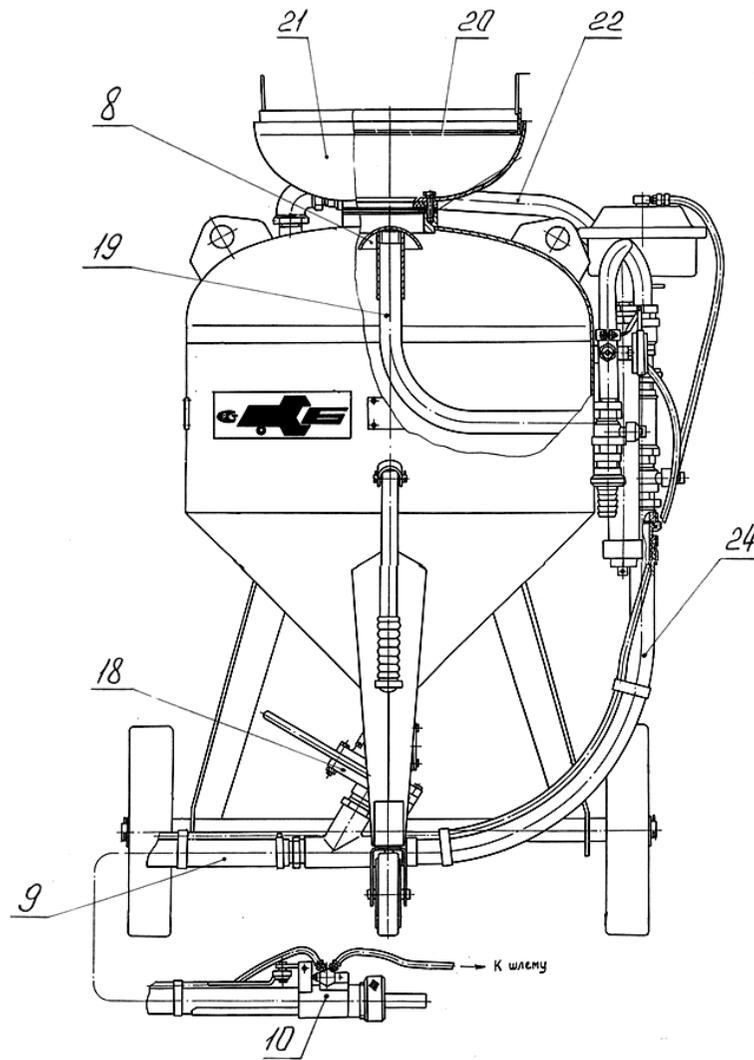

Рис. 1 Аппарат струйной очистки АСО-150, АСО-150М
3.1 Аппарат, рис.1, 2 состоит из следующих основных узлов: ресивер 27, загрузочный бункер 21, блок подготовки воздуха 2, 3, 14, 23, кран управления ДУ-25мм 4, 6, пневмокамера 6, дозатор 18, рукав напорный 9, рукав управления 13,12, рукав для дыхания 11, пневмоклапан управления 10 с соплодержателем.
4.1 Аппарат, рис.1, 2 представляет собой устройство, состоящее из ресивера 27, образующего рабочую камеру аппарата, приёмного бункера 21 с сеткой 20, дозатора абразива 18, напорного рукава 9 и системы пневмоэлементов, обеспечивающих функциональное назначение аппарата.